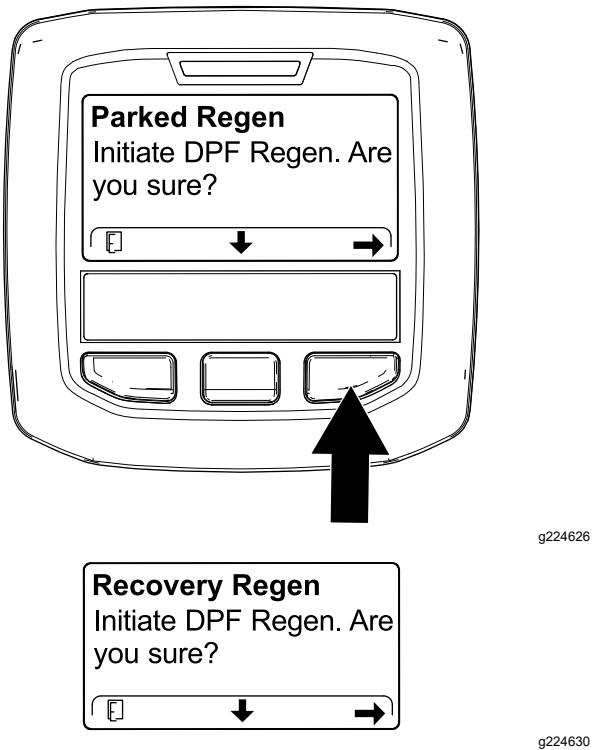

Figure 64
4. Sur l'écran INITIATE DPF REGEN (lancer la régén. du FAP), appuyez sur le bouton droit pour continuer (Figure 64).